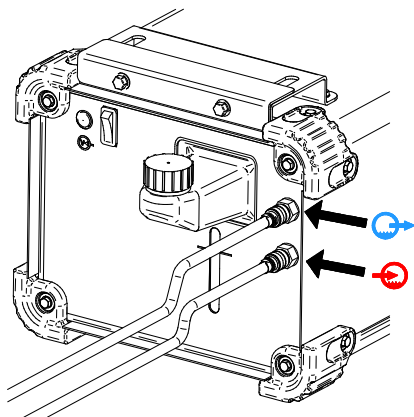

Figura 6.
- Collegare i tubi flessibili del gruppo di raffreddamento ai raccordi di ingresso [5] e di uscita [4](Figura 6).